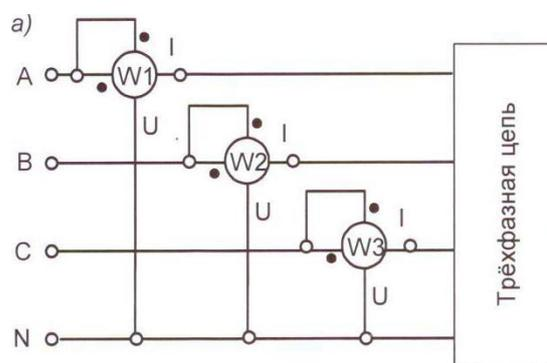

Рис. 8.2. Схема измерения активной мощности
5.3. Подключая ваттметр сначала в фазу *A*, затем в фазу *B* и в фазу *C*, измерьте мощности трёх фаз (рис. 8.2) и вычислите суммарную мощность. Результаты также занесите в таблицу 8.1.